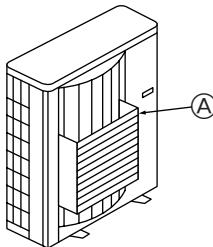

Fig. 2-4
- ② Установите дополнительный воздуховод выходного отверстия и основной воздуховод, если прибор установлен в месте, где сильный ветер от тайфуна и др. может попадать непосредственно в вентиляционную решетку. (Fig. 2-4)
- ③ А) Воздуховод выходного отверстия